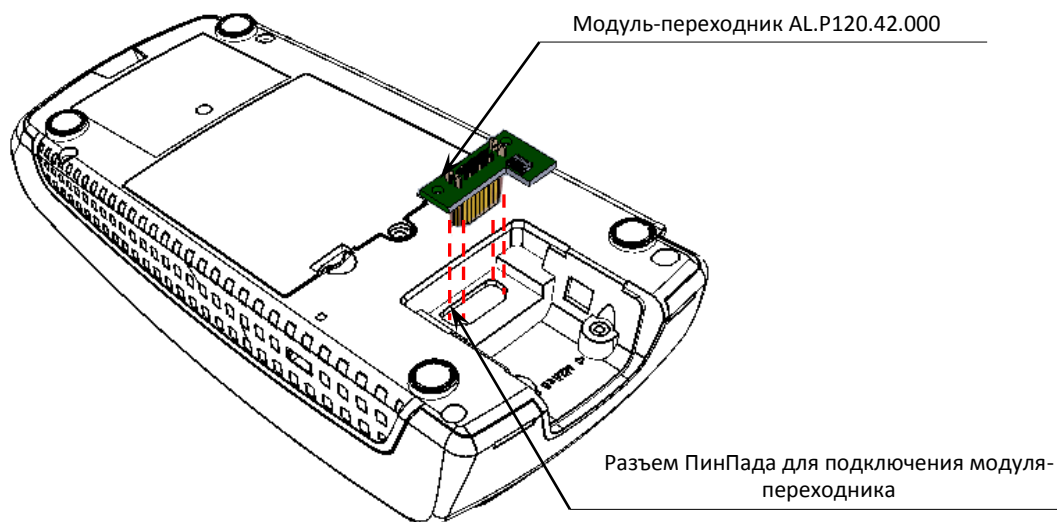

Рисунок 15. Отключение модуля-переходника AL.P120.42.000
1. Подключить к разъему ПинПада модуль-переходник AL.P120.42.000 – установить контакты разъема **XP1** модуля-переходника в разъем ПинПада (см. рисунок 15).